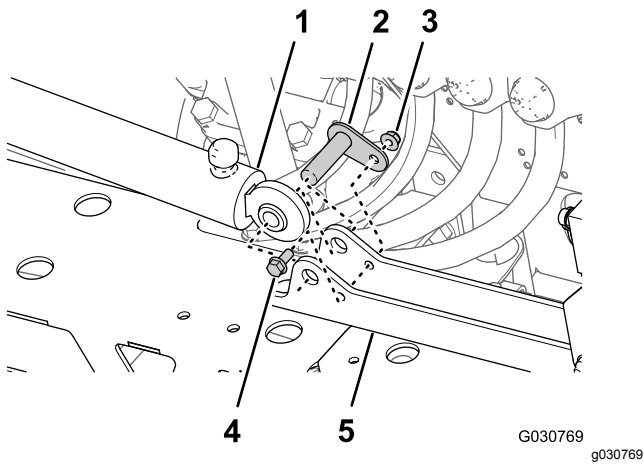

图 128
1. 将在 拆卸提升油缸 (页码 29) 的步骤 4 中卸下的提升油缸的固定端与油缸安装座中的 16mm 孔对齐 图 128。
- 用枢轴销、凸缘头螺栓和凸缘螺母将油缸安装油缸安装座上图 128。